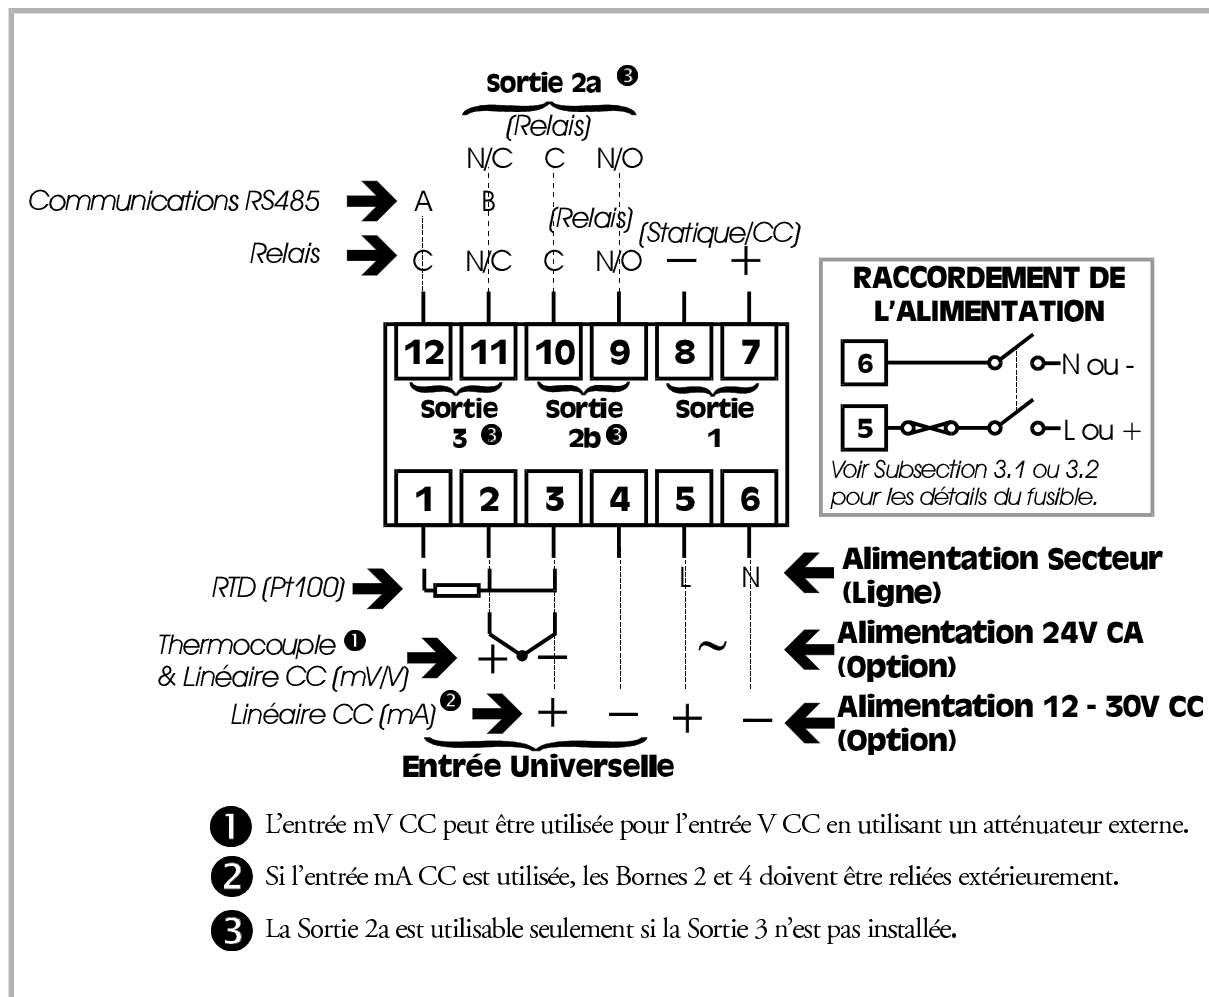

Figure 3-1 Raccordement Bornes Arrières
PRECAUTION: Cet appareil est conçu pour fonctionner dans un coffret fournissant une protection suffisante contre les chocs électriques. Les réglementations nationales relatives aux installations électriques doivent être rigoureusement respectées. Des dispositions doivent être prises afin d'éviter que du personnel non autorisé ait accès aux bornes d'alimentation. L'alimentation doit être connectée via un relais d'isolation bipolaire (situé de préférence près de l'équipement) et être protégée par un fusible 1A (voir Figure 3-1).
Ce régulateur peut être alimenté en 24V CA, 50/60Hz ou 12 - 30V CC. La consommation est d'environ 4W. L'alimentation doit être connectée via un relais d'isolation bipolaire et un fusible 350mA (Type T) - voir Figure 3-1.
L'entrée CC (mV) est reliée aux bornes 2 et 3 selon les polarités indiquées à la Figure 3-1. L'entrée CC (V) est reliée aux mêmes bornes mais exige un atténuateur externe. L'entrée CC (mA) est reliée aux bornes 3 et 4 selon les polarités indiquées à la Figure 3-1 et les bornes 2 et 4 doivent être shuntées.
1 - Entrée CC mV Linéaire	Raccorder 50mV CC aux Bornes 2 et 3 en respectant la polarité selon la Figure 3-1.
3 - Entrée CC mA Linéaire	Raccorder une source 20mA entre les Bornes 3 et 4 en respectant la polarité selon la Figure 3-1.